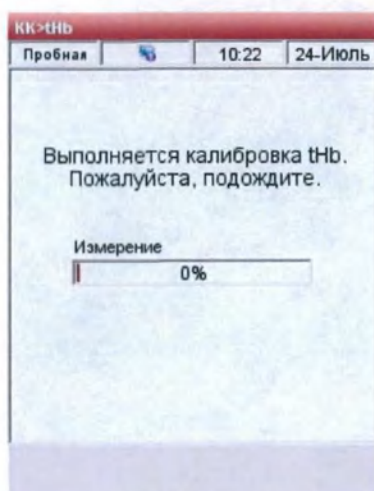

Рис.2-21 Калибровка tHb
- После закрытия крышки прибор автоматически определит наличие калибровочной кассеты и начнет калибровку. (Рис.2-21).